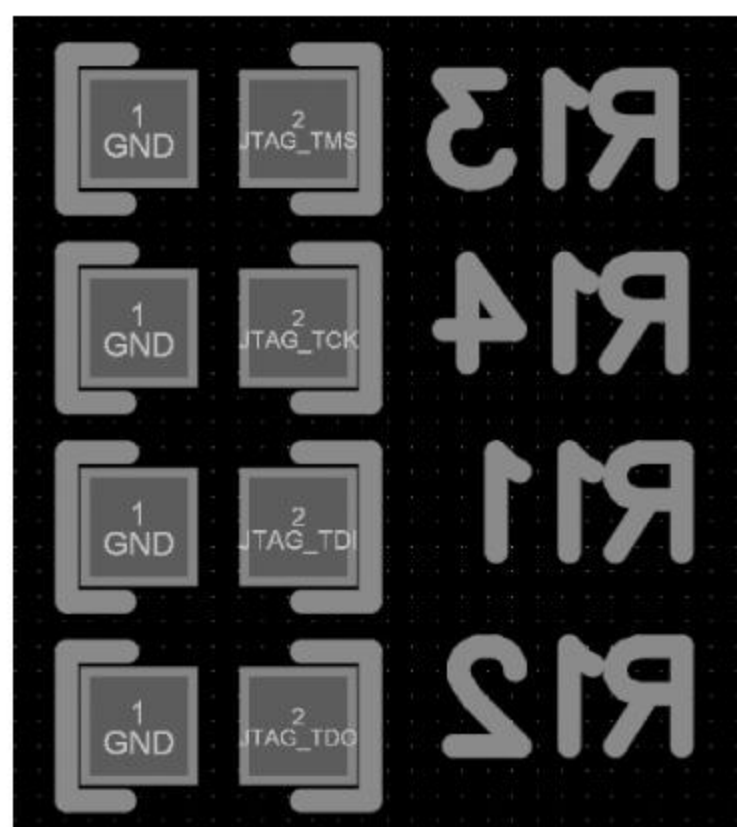

图 6-15 底层元件位号显示效果
**注意:** 底层元件的位号如图 6-15 所示。若看不习惯,可按快捷键 V+B 将 PCB 翻转再进行调整,翻转的效果如图 6-16 所示。改好之后一定要重新按快捷键 V+B 翻转回来。